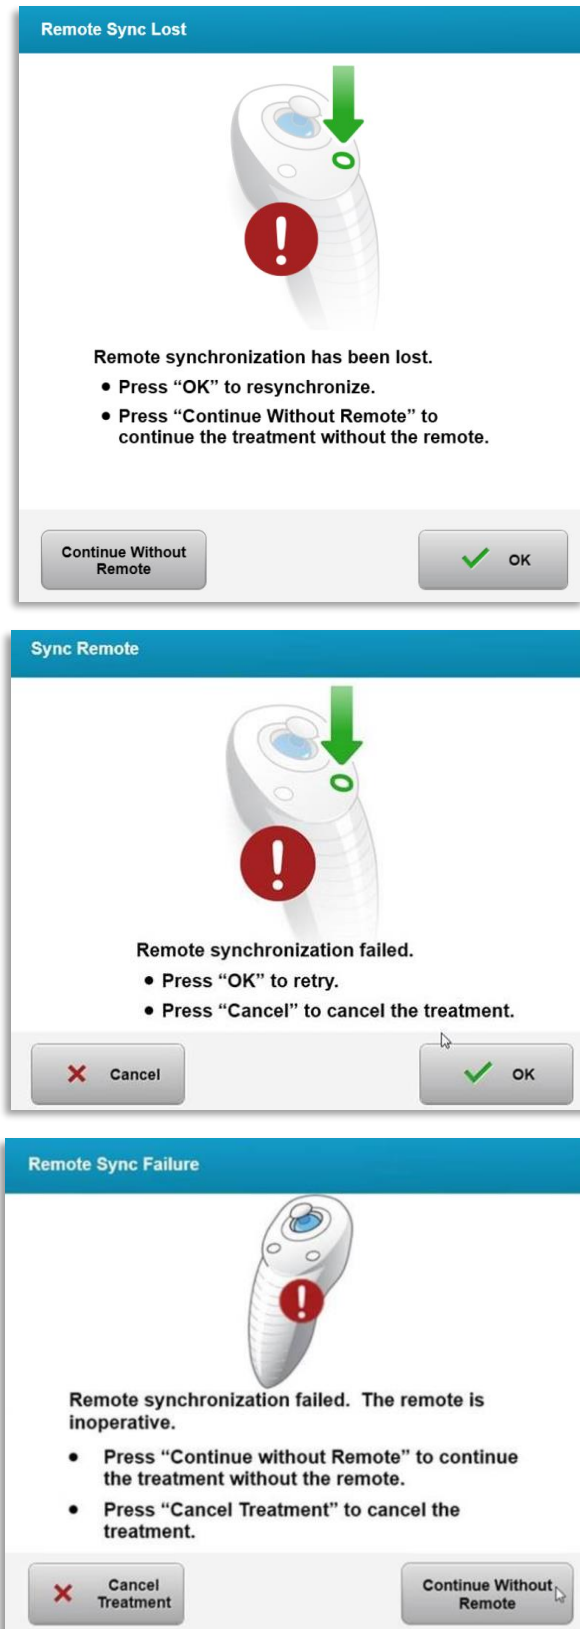

Figura 4-2. Sincronização do controlo remoto de alinhamento perdida – Controlo remoto original
- A Figura 4.2 mostra as orientações no ecrã para os sistemas KXL utilizando o controlo remoto original, a figura 4.2 mostra as orientações no ecrã para os sistemas KXL utilizando o controlo remoto atualizado.